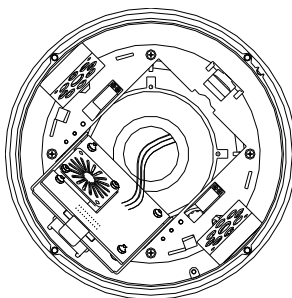

fig. 2
2. Premere la molla di blocco e aprire lo sportellino all'interno della cupola (fig. 2)